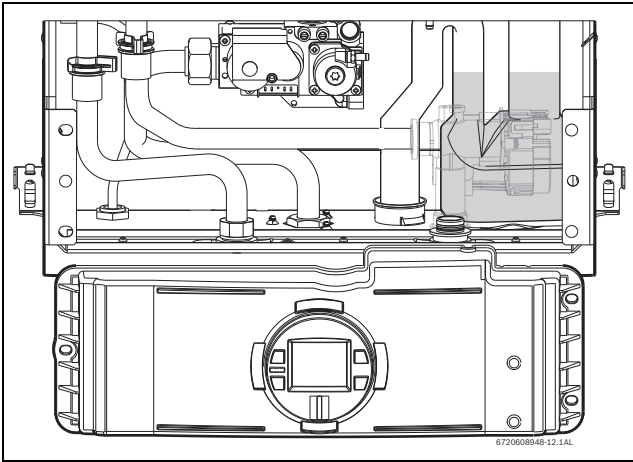

Рис. 63
- ▶ Встановіть електронний блок у сервісне положення, просунувши фіксатори в отвори в нижній горизонтальній металевій частині (див. Рис. 63).
- ▶ Перевірте рівень води в сифоні (див. Рис. 63).